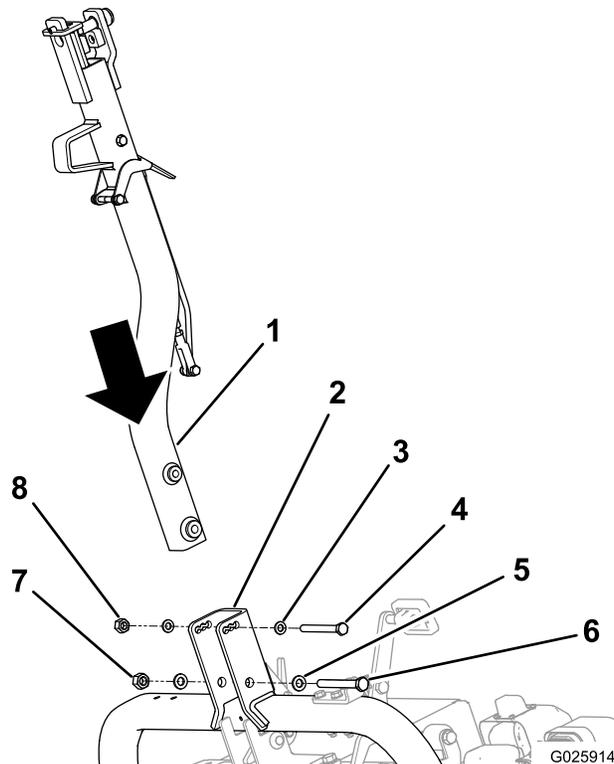

Рисунок 4
- Прикрепите сцепку к кронштейну поворота сцепки с использованием соответствующих крепежных деталей, см. Рисунок 4.